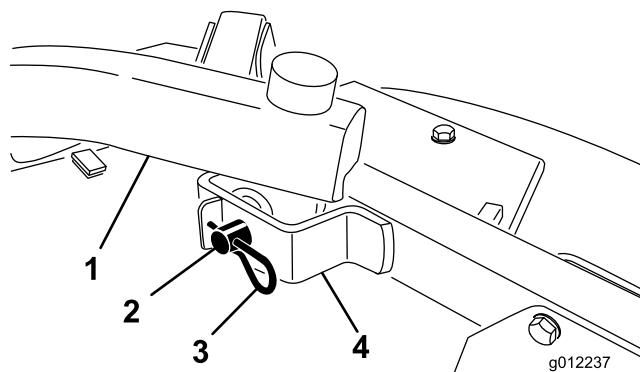

Figura 24
4. Rimuovete le coppie e i perni con testa che fissano i bracci di sollevamento alle staffe dei bracci delle ruote orientabili (Figura 24). | 3. Collare dell'altezza di taglio
4. Rimuovete le coppie e i perni con testa che fissano i bracci di sollevamento alle staffe dei bracci delle ruote orientabili (Figura 24).